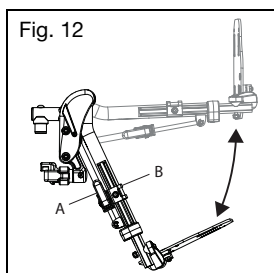

Fig. 12
- Para elevar el apoyapiernas elevable profesional, alce su tubo (Fig. 12:A) al ángulo de elevación deseado.
- Para bajar el apoyapiernas elevable profesional, mantenga presionado el bloqueo de la palanca (Fig. 12:B) mientras empuja el tubo del apoyapiernas (Fig. 12:A) hacia abajo.